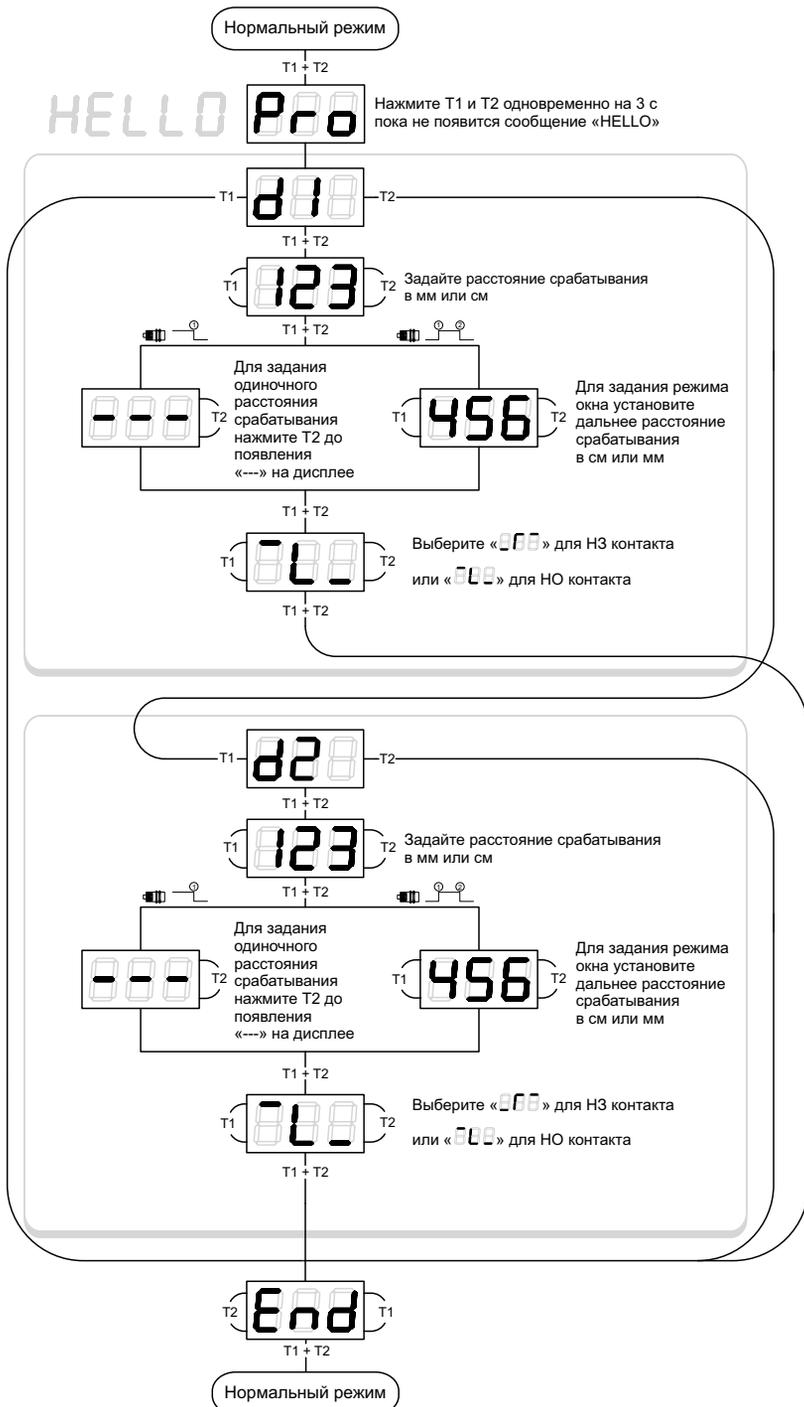

Рисунок 14 – Задание параметров с использованием LED – дисплея для датчика mic+.../DD/TC
- 1) С использованием LED – дисплея, задание числовых параметров расстояний срабатывания (см. рисунок 14);